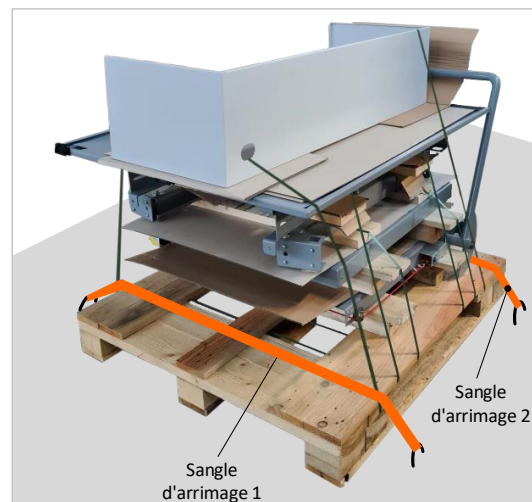

Figure 13 : arrimer les composants additionnels
- Les composants supplémentaires comme les deux tables à rouleaux ainsi que le capot supérieur de la machine et la porte supérieure de la scie à ruban doivent être emballés séparément (comme à la livraison) et arrimés sur une palette de transport supplémentaire (voir ⇨ Figure 13).